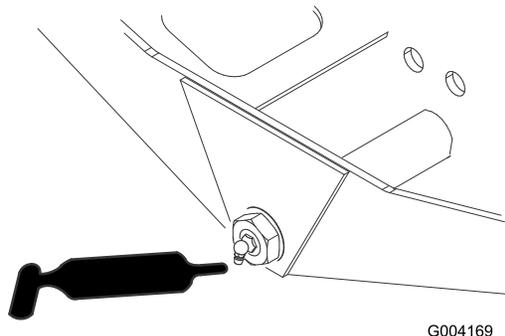

Figura 55
- Articulação da direção do eixo (1) (Figura 55)